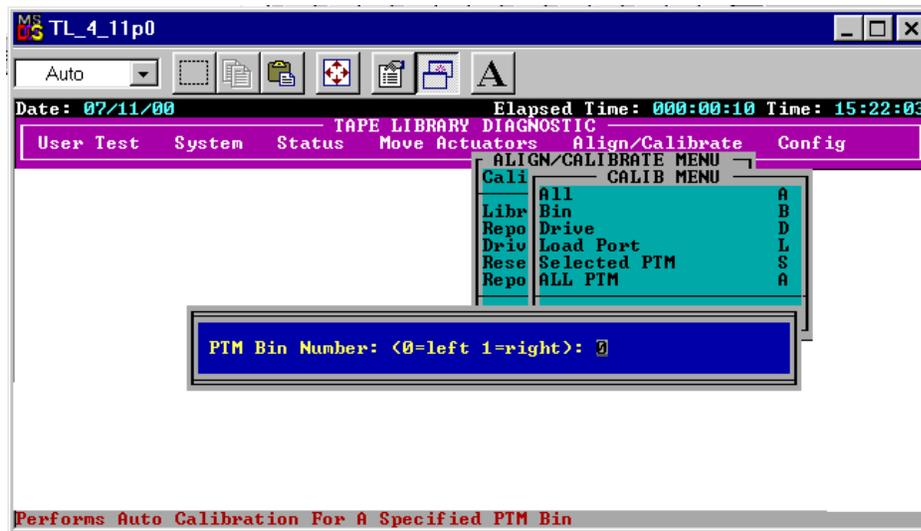

Figura 3-16. Finestra di dialogo Calibration (Calibrazione)
3. Selezionare Selected PTM (PTM selezionato) (sinistro o destro in una libreria specifica) o ALL PTM (Tutti i PTM) (vedere la Figura 3-16)